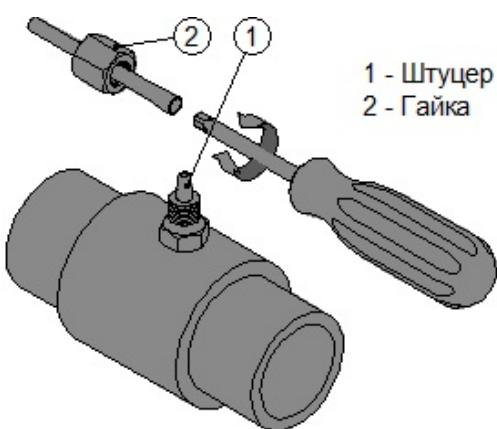

Рис.4.2-9 Развальцовка трубы PTFE
Для соединения трубок PTFE с ниппелями или клапанами впрыска системы «Кристалл» используется типовое сочетание штуцера и накидной гайки. Штуцер – это конусообразный выступ с торца подключаемого элемента (ниппеля или клапана впрыска, см. рис.4.2-9 поз.1).
- Скрутить гайку со штуцера и надеть её на трубку PTFE, как это показано на рис.4.2-9;